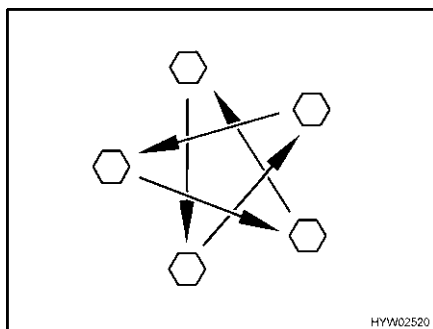

Fig. 114 Serrare a croce i dadi o i bulloni delle ruote
- Controllare regolarmente il serraggio dei dadi o dei bulloni. Regolare a croce (Fig. 114) il serraggio dei dadi o dei bulloni di una ruota sostituita dopo circa 50 km.
- ▷ Serrare a croce i dadi o i bulloni delle ruote (Fig. 114).